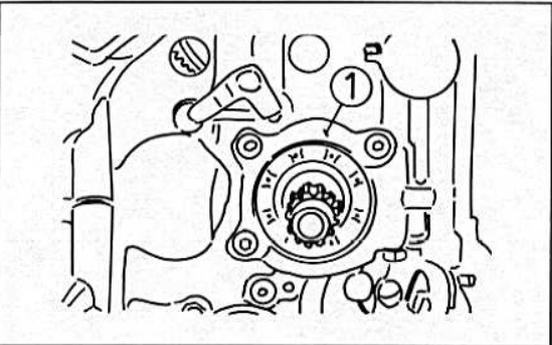

Bild 263
- Den Lagerhalter am Gehäuse mit 10 Nm festziehen. Die Schrauben mit Loctite einsetzen (Bild 263).